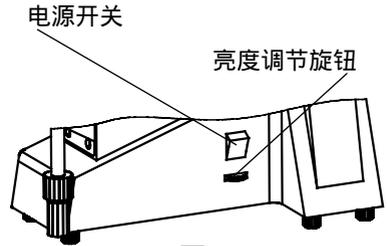

图 3
- 2) 打开电源开关，使照明器处于工作状态，参照图 3。如果灯不亮，请检查一下是否亮度控制是否处于过低的位置。